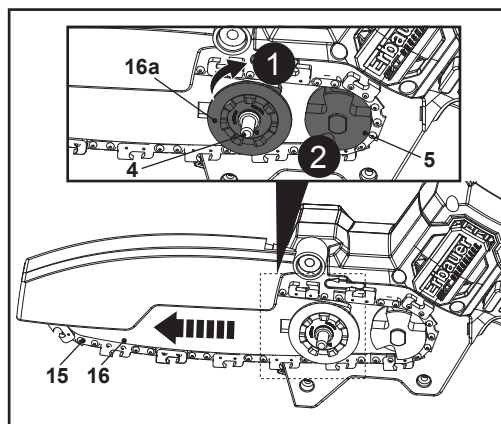

Fig. 5
6. Tourner la molette (16a) dans le sens des aiguilles d'une montre pour ajuster le guide-chaîne (16) vers la gauche afin de tendre la chaîne (15), (Fig. 5, étapes 1, 2).